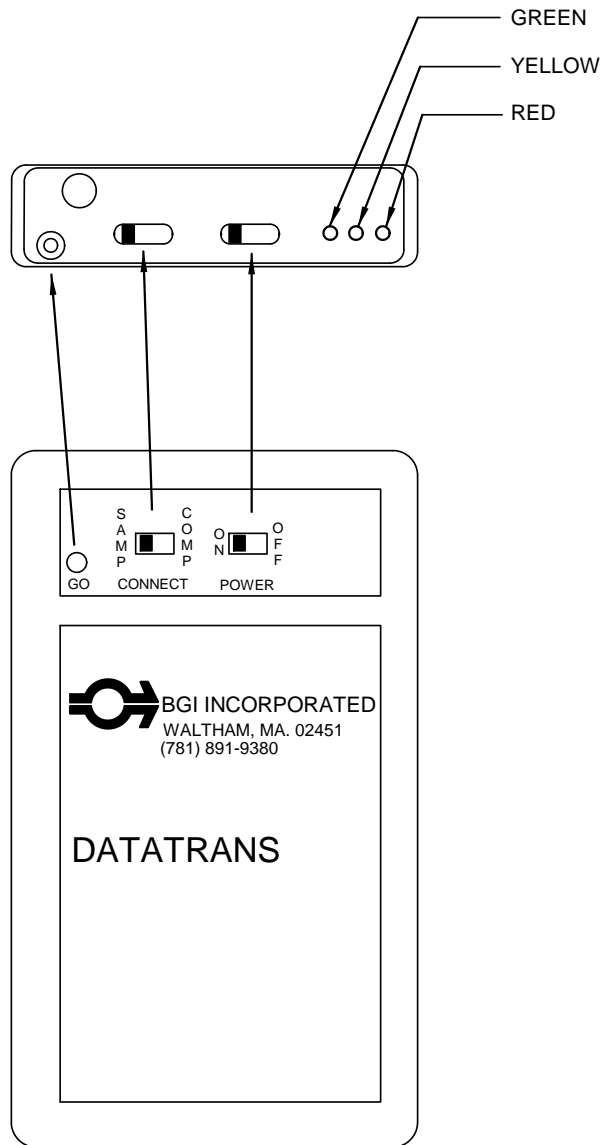

Figure M1. Schematic Diagram of Datatrans
1. Encienda la unidad con el interruptor localizado en el panel frontal (Ver Figura M1).